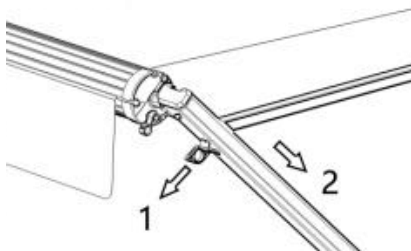

Figure D15
2.3 Desserrez les vis de la tige de tension, tirez sur la boucle située à l'extrémité de la tige de support et repoussez la tige de tension le long de la tige de support. (Figure D15)